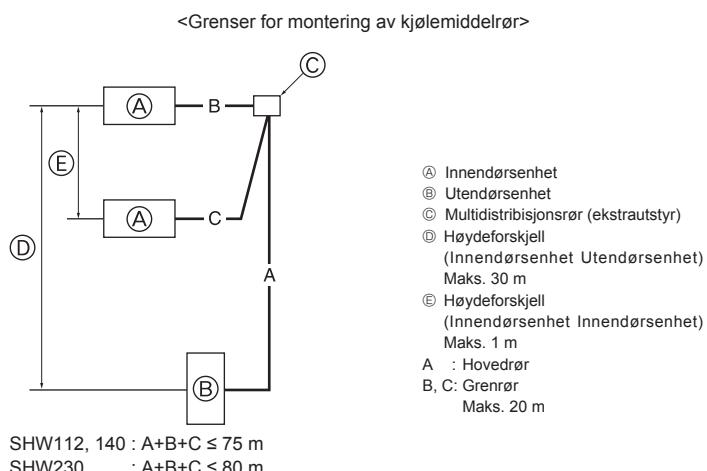

Fig. 4-9
4.7. For dobbelt-/trippel-/kvadruppekombinasjon (Fig. 4-9) (kun for klimaanlegg)